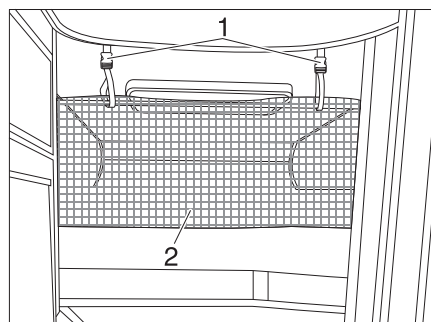

Bild 120 Sicherungsnetz
Das Sicherungsnetz (Bild 120,2) ist serienmäßig zwischen Matratze und Lattenrost verstaut. Das Sicherungsnetz erst aufspannen, wenn sich die Person bereits im Bett befindet.
- Die Haltebänder (Bild 120,1) in die Halterungen an der Decke einrasten.